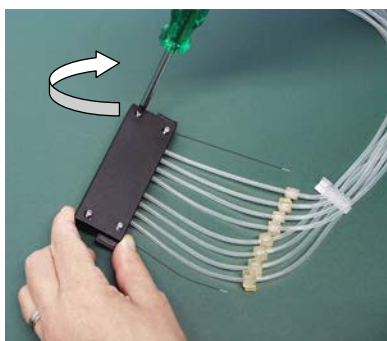

图 5-40.更换分液盒下部盖板
5. 上紧分液盒下部的 4 个盖板紧固螺钉 (图 5-40)。